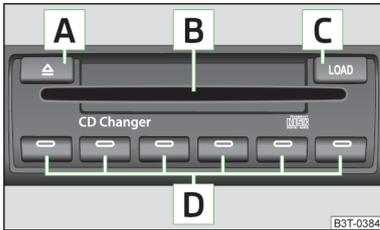

Abb. 114
➤ Die Taste **C** » Abb. 114 antippen und die CD (Compact Disk) in den CD-Schacht **B** einführen. Die CD wird automatisch auf die niedrigste freie Position im CD-Wechsler geladen. Die Kontrollleuchte in der entsprechenden Taste **D** hört auf zu blinken.
➤ Die Taste **C** » Abb. 114 länger als 2 Sekunden gedrückt halten und die CDs nacheinander (maximal 6 CDs) in den CD-Schacht **B** einführen. Die Kontrollleuchten in den Tasten **D** blinken nicht mehr.
➤ Die Taste **C** » Abb. 114 antippen. Die Kontrollleuchten in den Tasten **D** leuchten bei den bereits belegten Speicherplätzen und blinken bei freien Speicherplätzen.
➤ Die Taste **A** » Abb. 114 antippen, um eine CD auszuwerfen. Bei belegten Speicherplätzen leuchten jetzt die Kontrollleuchten in den Tasten **D**.
➤ Die Taste **A** » Abb. 114 länger als 2 Sekunden gedrückt halten. Alle CDs im CD-Wechsler werden nacheinander ausgeworfen.
- Eine CD, mit der bedruckten Seite nach oben, so weit in den CD-Schacht **B** » Abb. 114 einschieben, bis diese automatisch eingezogen wird. Die Wiedergabe startet automatisch.